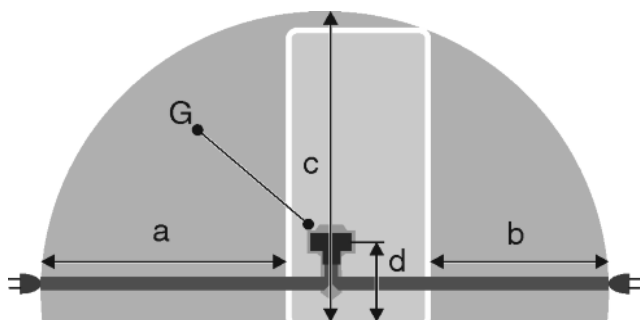

Fig. 26
- Розетка знаходиться за межами зони задньої стінки пристрою у заданому діапазоні Fig. 26 (a, b, c).
- ▶ Штекер пристрою Fig. 26 (G) вставити на задній стінці пристрою. Слід звернути увагу на належну фіксацію.